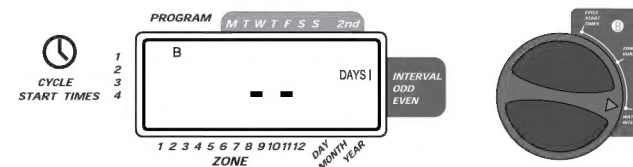

図7:散水日の間隔の設定を表示したディスプレイ
- ロータリーダイヤルをプログラムBのWATERING INTERVALに合わせてください。カーソルが、INTERVALという文字の横で点滅します。(図7参照)